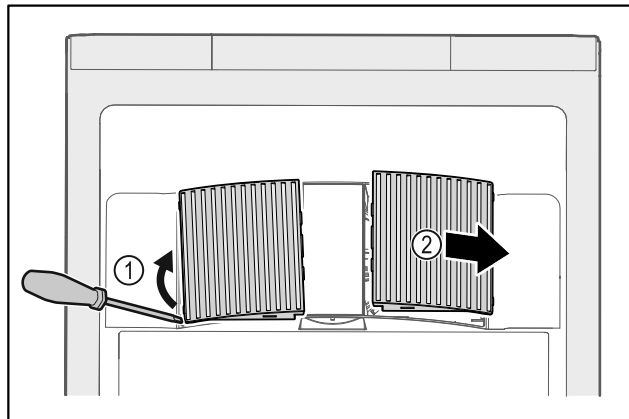

Fig. 164
- ▶ Pokrov ventilatorja previdno dvignite s strani Fig. 164 (1) in ga odstranite v smeri naprej Fig. 164 (2).